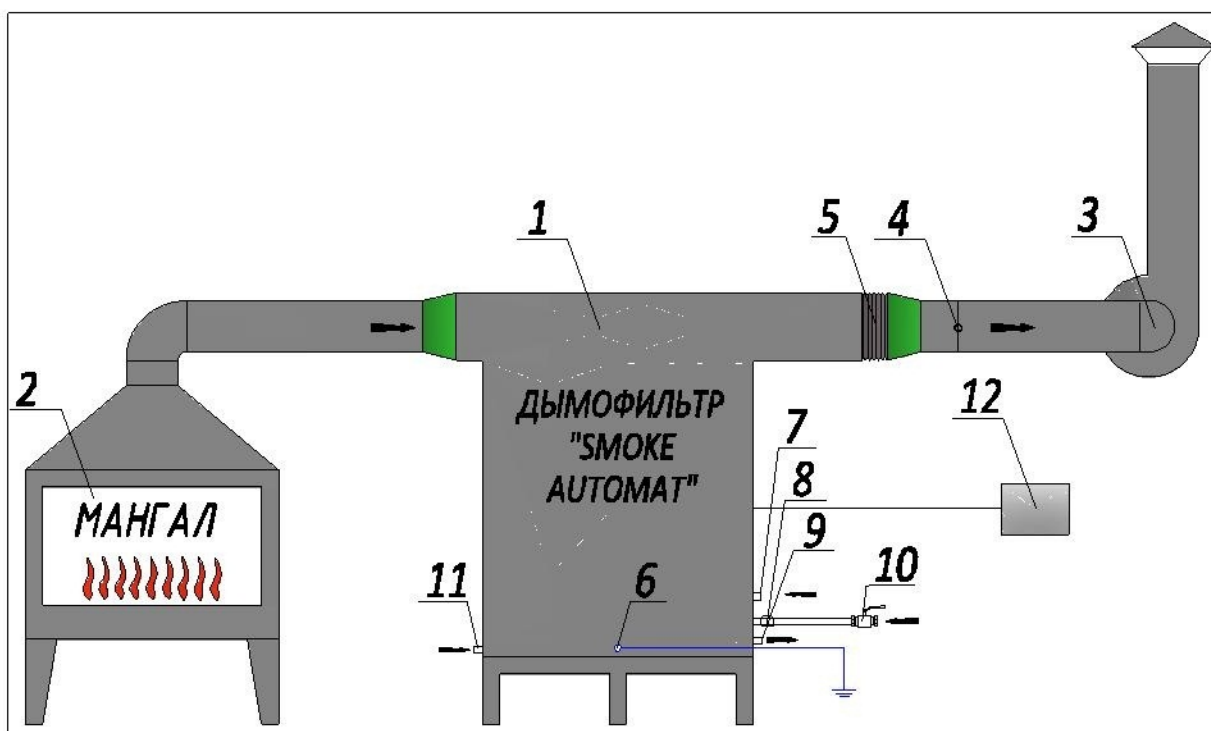

Рис. 3. Схема подключения Дымофильтра в вентиляционную систему.
- а. Открыть шибер (воздушную заслонку) (Рис. 3, поз.4)
- б. Включить вентилятор вентиляционной системы (Рис. 3, поз.3)
- c. Выключить вентилятор вентиляционной системы (Рис. 3, поз.3);
- d. Закрыть шибер (заслонку) (Рис. 3, поз.4).
- a. Выключить вентилятор вентиляционной системы (Рис. 3, поз.3);
- b. Закрыть шибер (заслонку) (Рис. 3, поз.4);
- c. Открыть кран сетевой воды (Рис. 3, поз.10);
- d. Проверить подключение насоса-дозатора с канистрой для геля к штуцеру (Рис.3., поз.7);
- a. Перекрыть кран сетевой воды (Рис. 3, поз.10);
- b. Открыть шибер (заслонку) (Рис. 3, поз.4);
- d. Включить вентилятор вентиляционной системы на 1,5 часа (Рис. 3, поз.3);
b. Нет потока воздуха	<ul style="list-style-type: none"> • Включить вентилятор вентиляционной системы (Рис. 3, поз.3); • Открыть шибер (воздушная заслонка) (Рис. 3, поз.4);